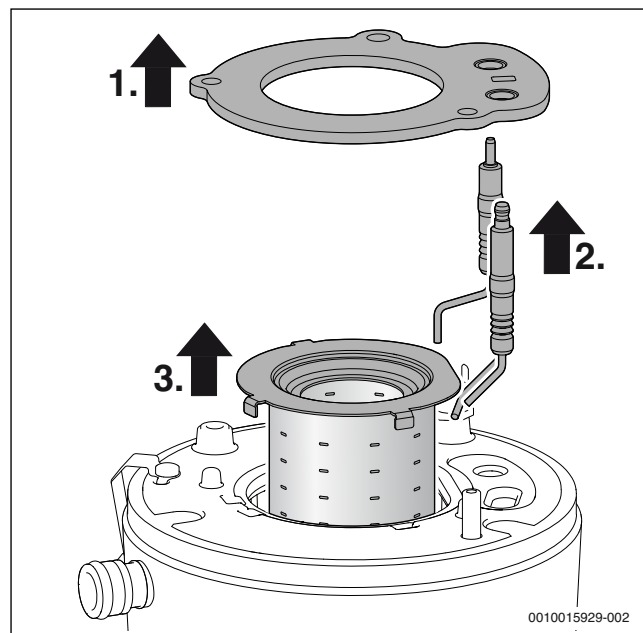

Fig. 44 Scoaterea arzătorului
- De fiecare dată când deschideți arzătorul, înlocuiți garnitura arzătorului (→ fig. 44, poz. [1]) și toate garniturile de etanșare deteriorate ca urmare a acestei măsuri. (Durata de viață maximă a garniturii arzătorului: 7,5 ani)